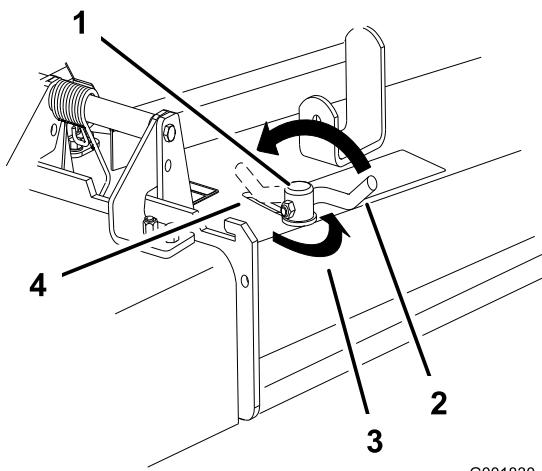

Figura 21
3. Para ajustar el bloqueo de leva, levante la palanca para aflojar el bloqueo de leva (Figura 21).
5. Devuelva la palanca a su posición original para apretar el deflector y el bloqueo de leva (Figura 21).